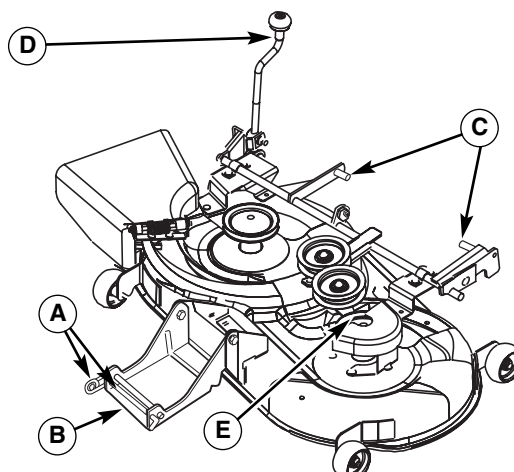

Figure 10. Composantes de la tondeuse
3. Placer la manivelle de réglage de hauteur de coupe (D, figure 10) en position de coupe la plus basse.
4. Relâcher la tension sur la courroie d'entraînement à l'aide du levier de dégagement de la courroie de tondeuse (E, figure 10) et retirer la courroie d'entraînement de la poulie du moteur.
5. Déconnecter l'attelage avant en retirant la tige d'attelage et le clip (A, figures 10 et 11), et en soulevant l'attelage de la tondeuse (B) pour la sortir du support d'attelage de la tondeuse autoportée (D).
6. Faire glisser le plateau de coupe de la tondeuse vers l'avant jusqu'à ce que les supports arrière de la tondeuse (C) dégagent le cadre de la tondeuse autoportée.
2. Placer la manivelle de réglage de hauteur de coupe (D, figure 10) en position de coupe la plus basse.